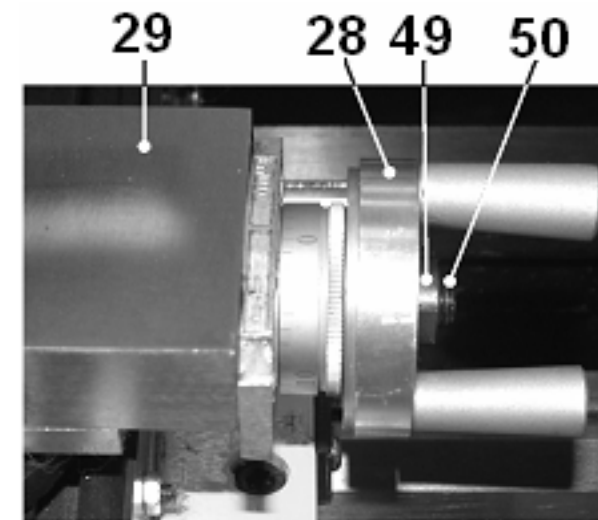

Рис. 7
9.4. Регулировка перемещения ходовых винтов суппортов (Рис. 7, 8)
9.4.1. Для регулировки перемещения ходового винта поворотного суппорта (29), ослабьте фиксацию гайки (49) поворотом винта (50) против часовой стрелки. Вращая гайку (49) по часовой стрелке, выберите люфт. Вращение маховика подачи (28) поворотного суппорта (29) должно быть свободным и плавным. Поворотом против часовой стрелки винта (50) зафиксируйте положение гайки (49), Рис.7.